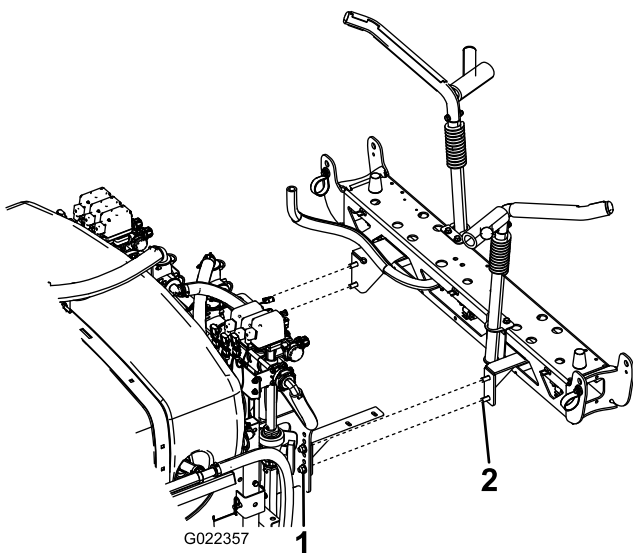

Bild 19
2. Befestigen Sie den mittleren Ausleger mit vier Schrauben ($\frac{1}{2}$ " x $1\frac{1}{4}$ " und vier Sicherungsmuttern ($\frac{1}{2}$ " im dritten Loch von unten in den Halterungen des Spritzsystems, wie in Bild 19 abgebildet.